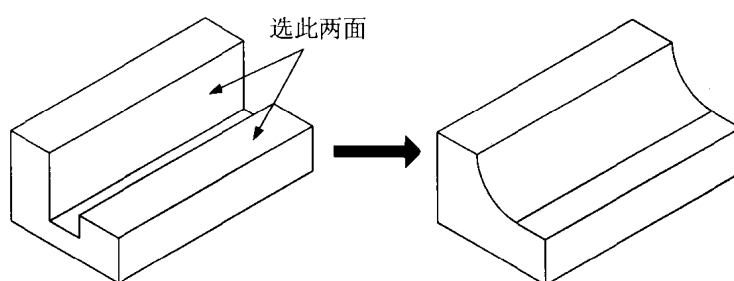

图 1.8
- ◆ **Surf-Surf(曲面-曲面)**: 在两个面之间产生圆角曲面, 这两个面并不需要有共同的边。例如, 图 1.8 是以 Surf-Surf 的方式选两个不相邻的面做圆角。